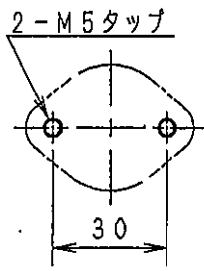

図1-1 本体
- ・ バーホルダー-1本体の取付は、ベースにM5のタップを施した後に付属のネジM5 X 12平座金M5で締付して下さい。(図1-1参照)